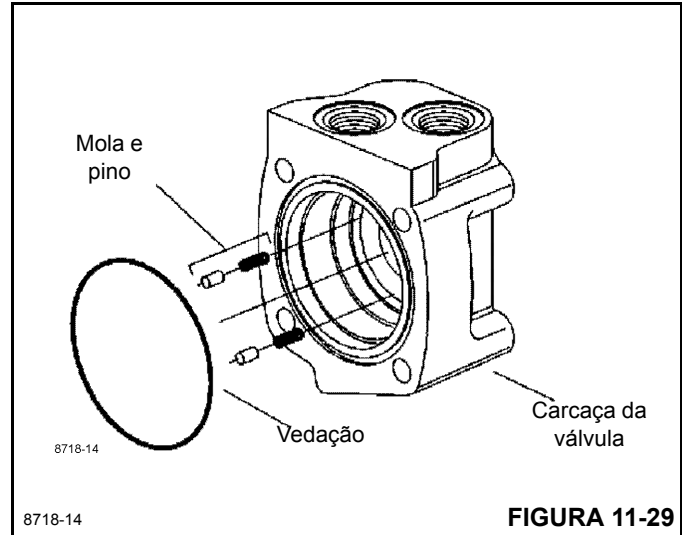

FIGURA 11-29
15. Instale duas molas e dois pinos nos furos localizados no orifício da carcaça da válvula, como mostrado na Figura 11-29.